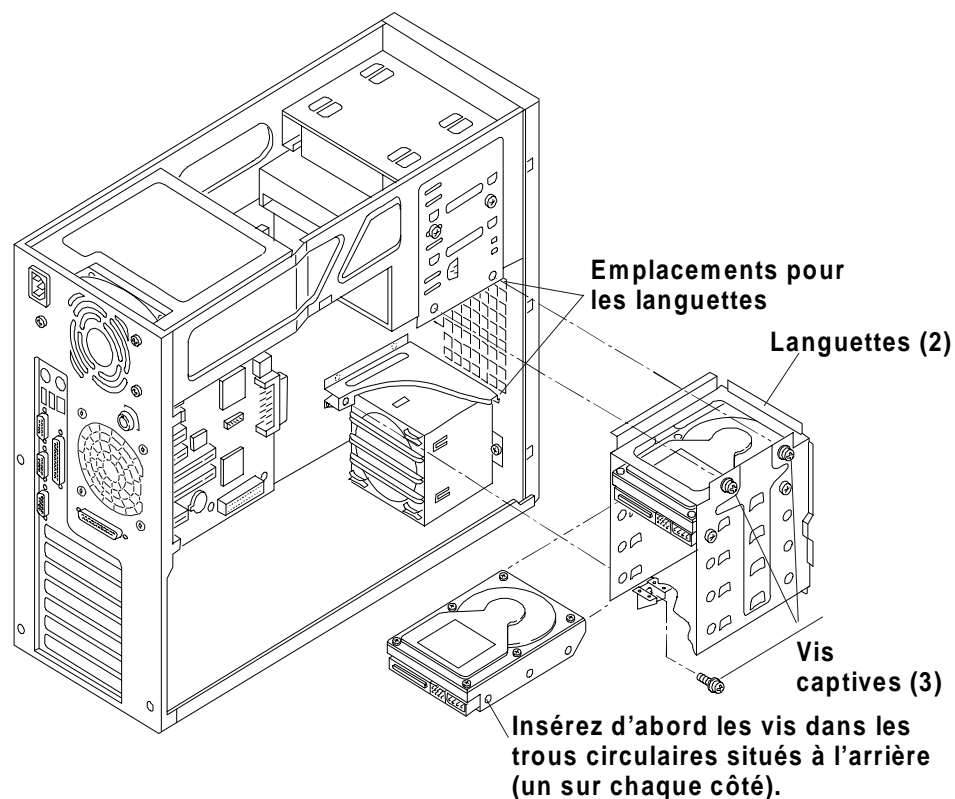

Figure 3-2. Ajout d'une unité de disque dur
8. Retirez la cage d'unités de disque dur du châssis. Reportez-vous à la figure 3-2.
9. Faites glisser l'unité dans la cage en veillant à ce que les connecteurs de câble soient dirigés vers l'arrière du NetServer. Reportez-vous aux figures 3-2 et 3-3.
- c. Répétez les étapes a et b pour l'autre côté de la cage. Reportez-vous aux figures 3-2 et 3-3.
Vérifiez que les languettes situées à l'avant de la cage sont bien introduites dans les rainures prévues à cet effet. Reportez-vous aux figures 3-2 et 3-3.